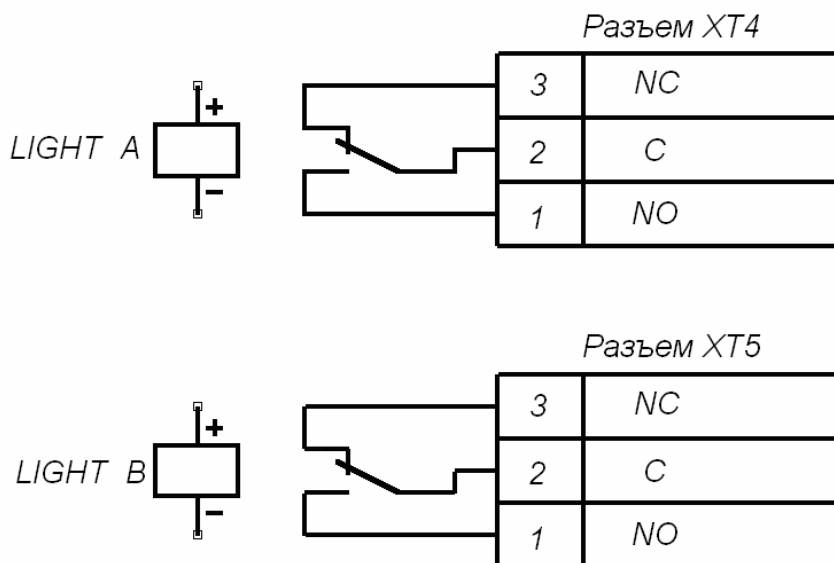

Рисунок 8. Выходные каскады для Light A и Light B
5.9.4 Выносные индикаторы подключаются на клеммные колодки *XT4 (Light A)* и *XT5 (Light B)*. При этом реле *Light A (Light B)* активизировано (на его обмотку подано напряжение), когда горит соответствующая данному направлению прохода зеленая стрелка на световом табло, и нормализовано (на его обмотку напряжение не подано), когда соответствующая данному направлению прохода зеленая стрелка на световом табло не горит. Факт срабатывания / отпускания реле *Light A* и *Light B* можно определить по загоранию / гашению красных индикаторов, которые установлены вблизи указанных реле (см. рис. 3). Выходные каскады для *Light A* и *Light B* – перекидные контакты реле (см. рис. 8) со следующими характеристиками сигналов: